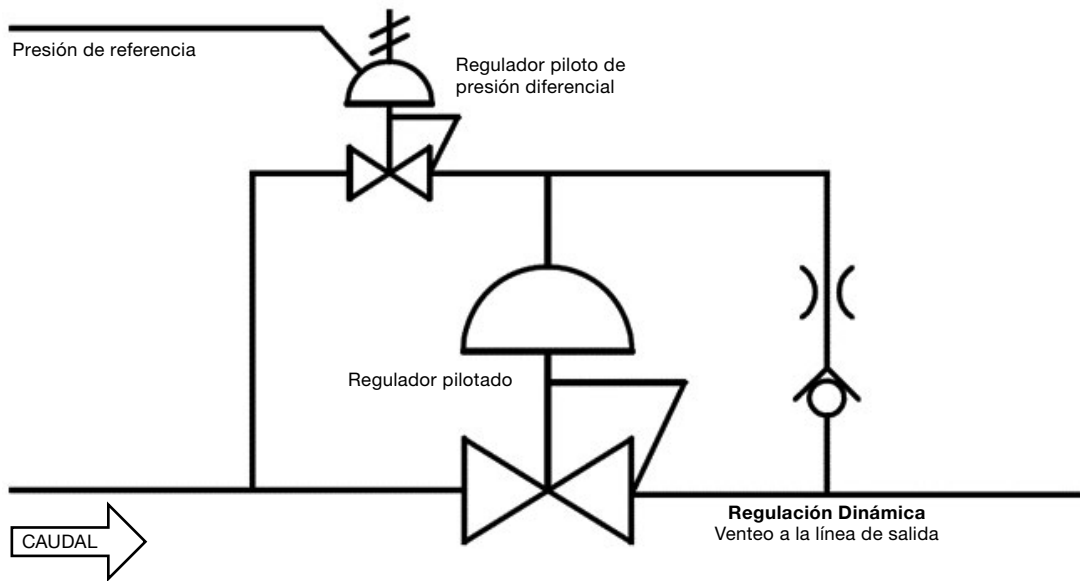

Figura 4
- **Control del piloto de presión diferencial.** En esta configuración se puede conectar una línea de presión de referencia al regulador piloto integral (figura 4). A continuación, el regulador piloto puede ajustarse para establecer una presión de corrección. El regulador principal se ajustará entonces a una presión de salida igual a la presión de referencia más la presión de corrección.